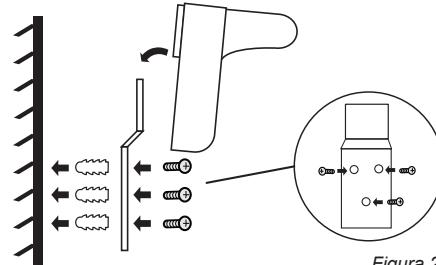

Figura 2
3. Posizionare la parte posteriore del telaio della ventola (5) sul corpo motore (7) con le asole esattamente le proiezioni della carcassa del motore e la maniglia sulla parte superiore.
4. Posizionare l'anello di montaggio (4) sull'albero (6) e stringere verso il basso (in senso orario).
5. Far scorrere le alette della ventola (3) sull'albero con i fori esattamente sulle due alette del perno.
6. Fit pulsante (2) sull'albero e stringere (in senso orario) mentre si tiene le alette della ventola.
7. Sul bordo paniere sono cinque terminali. Mettere l'artiglio superiore attentamente il bordo esterno del cestello, in modo da poter condividere il cestino con la vite e il dado (14) è possibile allegare ad ogni altro. Stringere la vite con un cacciavite.
9. Seleziona una buona posizione e confermare la staffa di montaggio a una parete solida (o l'uso un bar dietro una parete in cartongesso), con la dotazione tre tasselli e viti (vedi figura 2)